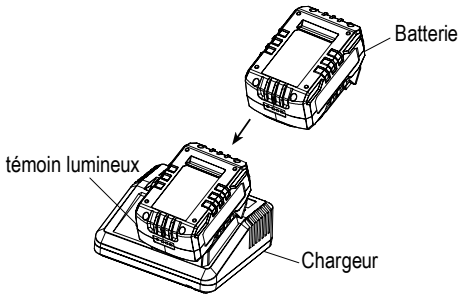

Fig.1
2. Insérez la batterie dans le chargeur de batterie. Insérez la batterie dans le chargeur de batterie comme indiqué sur la Fig.1.